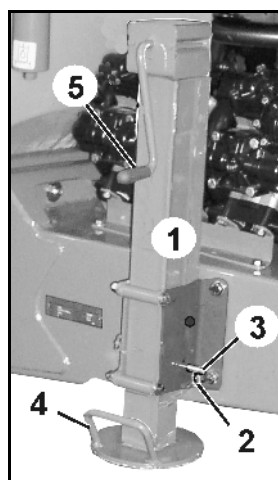

Fig. 52
- Stützfuß angehoben während des Einsatzes oder Transports (Fig. 52).
1. Klappstecker (Fig. 52/2) lösen.
2. Bolzen (Fig. 52/3) herausziehen.
3. Stützfuß mittels Griff (Fig. 52/4) anheben / absenken.
5. Mit der Handkurbel (Fig. 52/5) den Stützfuß weiter absenken/anheben.